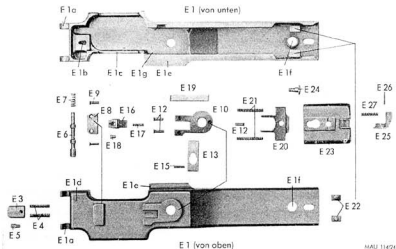

Abb. 24: MG 81; Einzelteile zum Deckelkörper, vollst., linker bzw. rechter
- Deckelkörper, vollständig, linker bzw. rechter (Abb. 24)
Deckelkörper, vollst., linker bzw. rechter (Abb. 24)